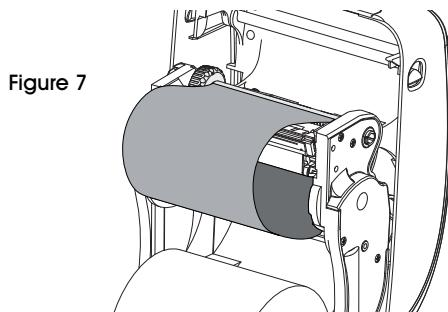

Figure 7
- Détachez le guide du ruban de transfert du rouleau et fixez sa bande adhésive au mandrin de ruban vide sur l'axe d'enroulement. Centrez le ruban sur le mandrin de ruban. (Voir Figure 7)